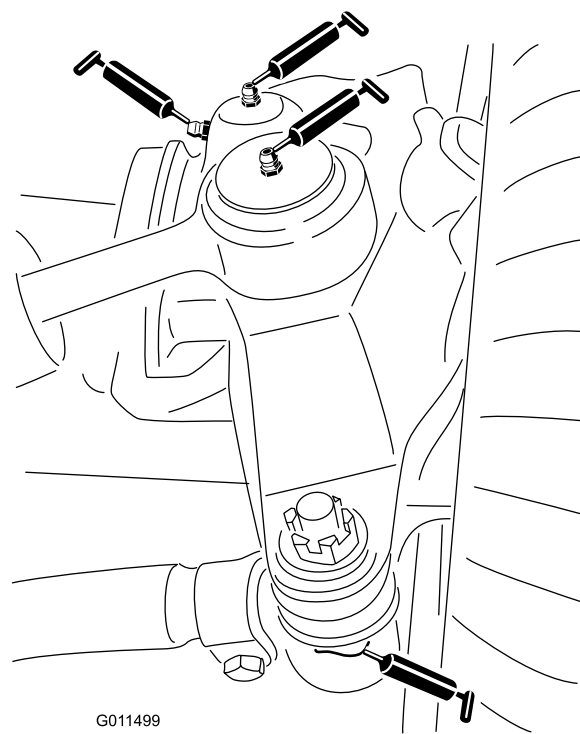

Figura 42
- Duas rótulas esféricas do cilindro da direção (Figura 42)
- Duas rótulas esféricas da barra de ligação (Figura 42)
- Dois casquilhos do pino principal (Figura 42). **O bocal superior do pino principal apenas deverá ser lubrificado uma vez por ano (2 bombas).**